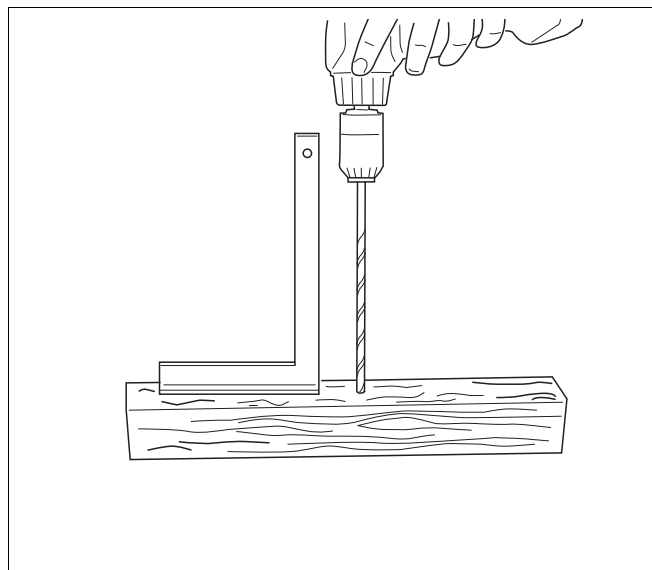

Fig. 3 Criar um gabarito de furação
- Utilize uma madeira esquadriada com um comprimento de aproximadamente 0,50 – 1,00 m. Aplique um furo de passagem (Ø 6 mm) vertical através da madeira (Fig. 3).